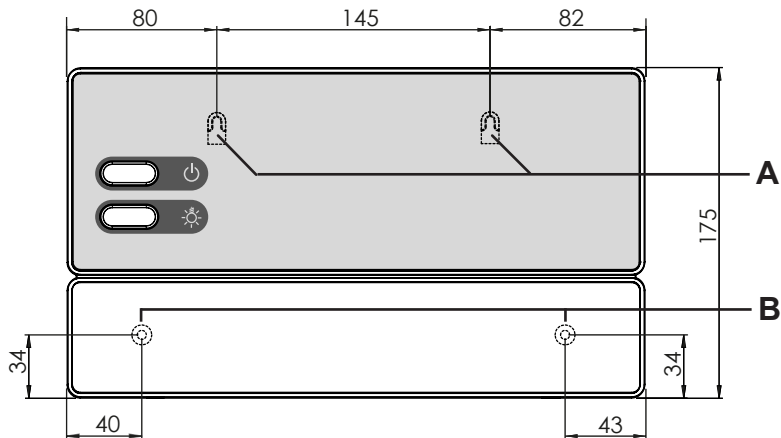

Fig.2 Position du dispositif de suspension et des ouvertures de montage (mesures en mm)
1. Vissez deux vis cruciformes (16 mm) à une hauteur d'environ 1,70 m jusqu'à obtenir un écartement de 7 mm dans la paroi du sauna. L'espace entre les deux vis doit être de 145 mm (voir **Fig.2**).
3. Accrochez la commande de sauna à l'aide du dispositif de suspension **A** aux vis cruciformes montées (voir **Fig.2**).
4. Vissez deux vis cruciformes (16 mm) dans les ouvertures de fixation inférieures **B** (voir **Fig.2**).